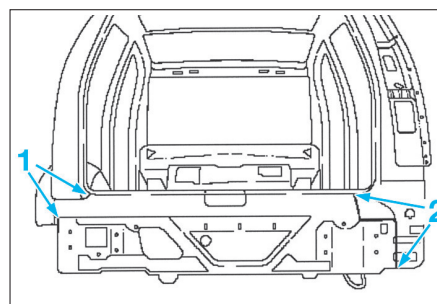

FIG. 64
- Déposer par perçage la jupe G (1) et D (2) (Fig.64).